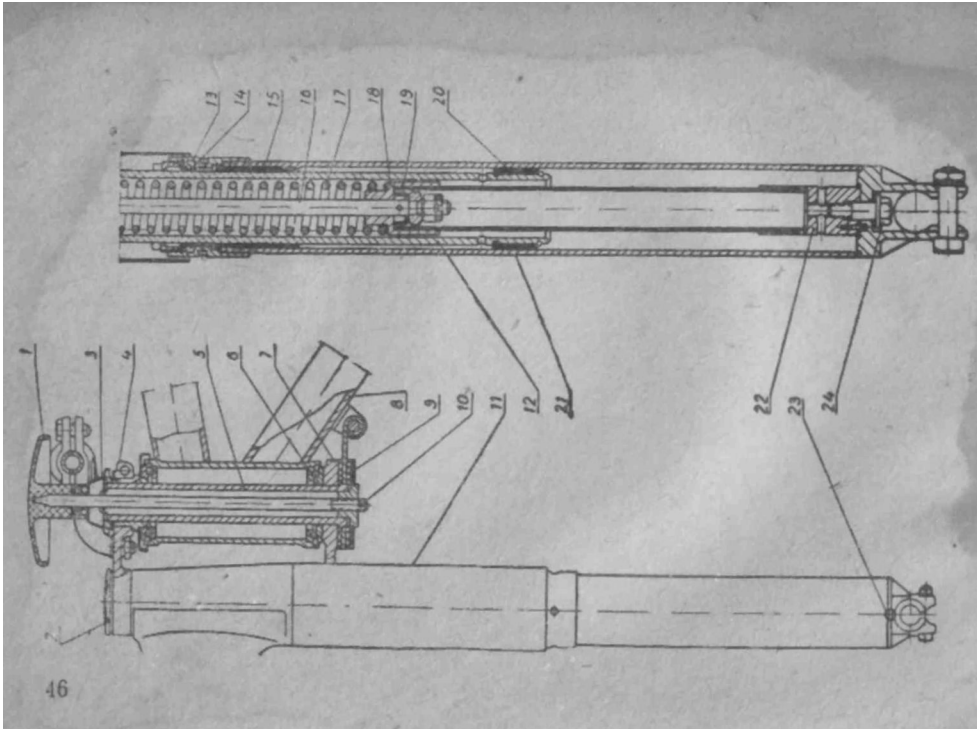

Рис. 21.
**ПЕРЕДНЯЯ ВИЛКА**—телескопического типа, с гидравлическими амортизаторами состоит из следующих основных узлов: телескопического корпуса, амортизирующего механизма, поворотного механизма и рулевого демпфера (см. рис. 21).